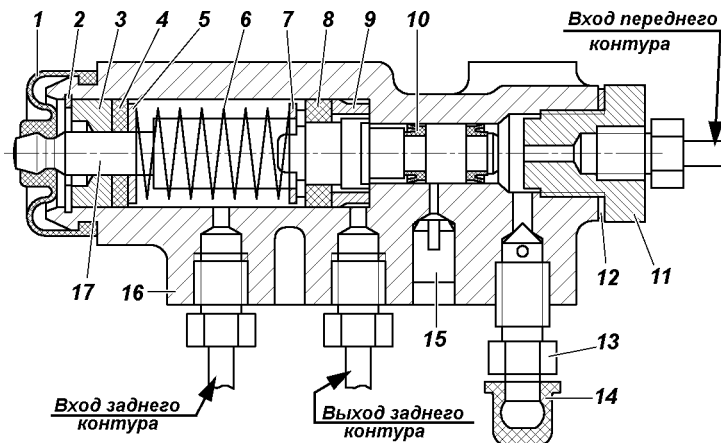

Рис. 9.34. Регулятор давления:
**Регулятор давления.** На автомобилях, не оснащенных антиблокировочной системой тормозов, устанавливается регулятор давления (рис. 9.34), который обеспечивает оптимальное распределение тормозных сил по осям автомобиля и не допускает блокировку задних колес раньше передних. При обслуживании проверяйте работоспособность регулятора давления. Очищайте регулятор от грязи и проверяйте надежность его крепления. Внешним осмотром убедитесь, что регулятор и детали его привода не имеют повреждений, отсутствуют подтекания тормозной жидкости и люфты в соединении стойки с упругим рычагом и кронштейном на заднем мосту.
3. Заверните болт 3 до соприкосновения его с хвостовиком поршня 17 (см. рис. 9.34) регулятора.